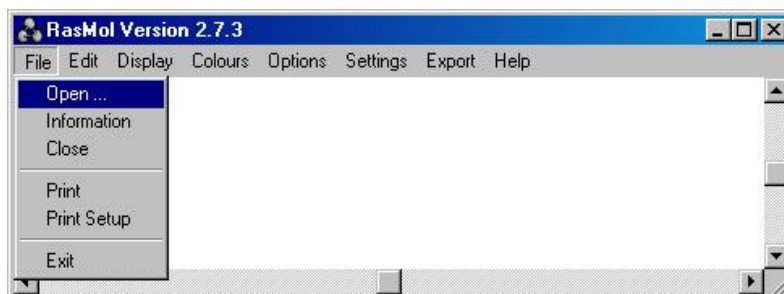

Рис. 2. Открытие файла структуры макромолекулы.
3.2 В соответствии с заданием преподавателя откройте требуемую наноструктуру. Для этого в основном окне программы нужно кликнуть левой кнопкой мыши на пункт меню «File», в выпадающем меню выбрать пункт «Open» (см. рис. 2). Например, требуется рассмотреть молекулу воды.